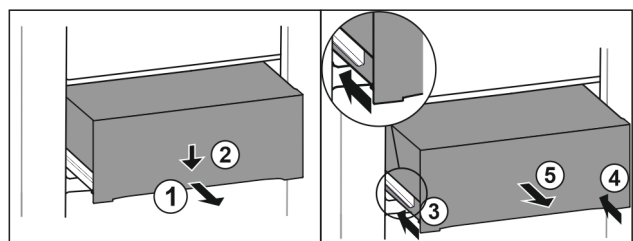

Fig. 112
- Изтеглете чекмеджето наполовина. Fig. 112 (1)
- Натиснете надолу чекмеджето от предната страна. Fig. 112 (2)
- Вкарайте лявата релса приблизително 2 cm навътре. Fig. 112 (3)
- Вкарайте дясната релса приблизително 2 cm навътре. Fig. 112 (4)
- Извадете чекмеджето напред. Fig. 112 (5)